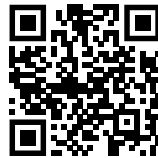

Fig. 102
- ▶ Откройте Liebherr SmartMonitoring Dashboard. (см. Fig. 102)